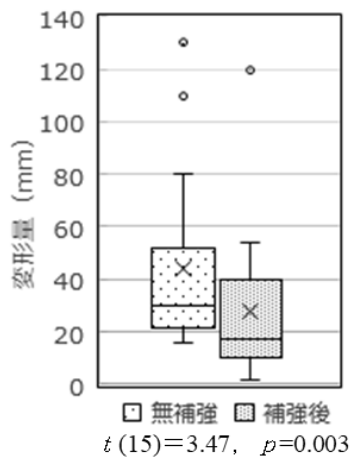

図2 補強の有無による柵下端線の変形量の差
3. 樹脂ワイヤーで補強したワイヤーメッシュ柵の強度調査における柵下端線の変形量は平均で27.6mmとなり、無補強の44.1mmに比べ有意に小さくなる(図2)。